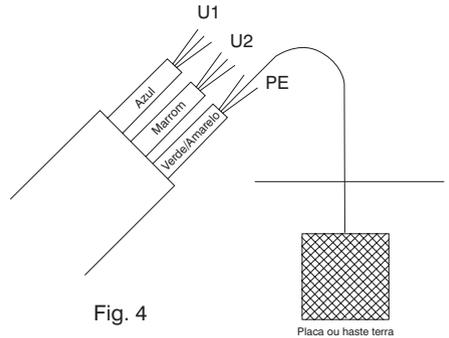

Fig. 4
a) O aterramento deve ser feito utilizando o cabo de tarja Verde e Amarela (Etiqueta PE) entre as três linhas, como mostrado na Fig. 4. Nunca ligar o cabo de tarja Verde e Amarela à fase. O aterramento, deve ser realizado de acordo com a norma ABNT NBR5410.